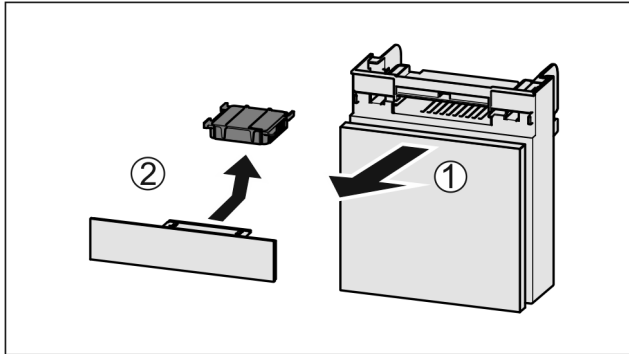

Fig. 44
- ▶ Extraire le compartiment par l'avant Fig. 44 (1).
- ▶ Sortir le filtre à charbon actif Fig. 44 (2).